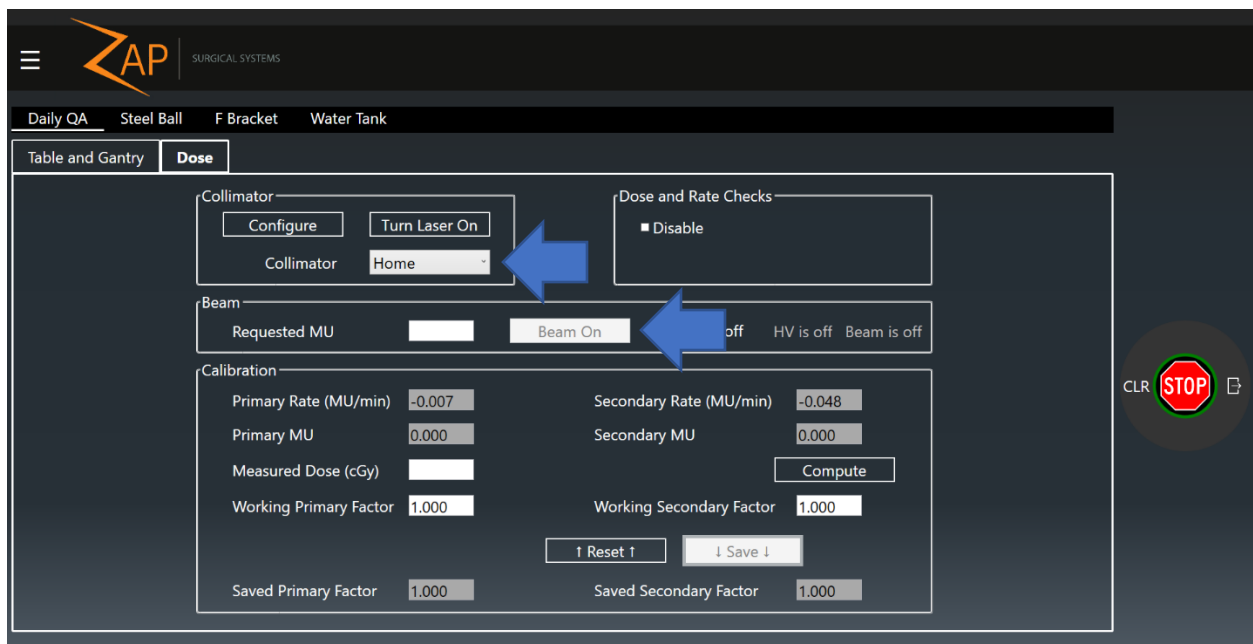

図3-13 Daily QA ページの Dose タブ。各矢印はコリメータの選択または照射設定についての入力を示す。
9. **Dose** タブをクリックします (図3-13 を参照)。